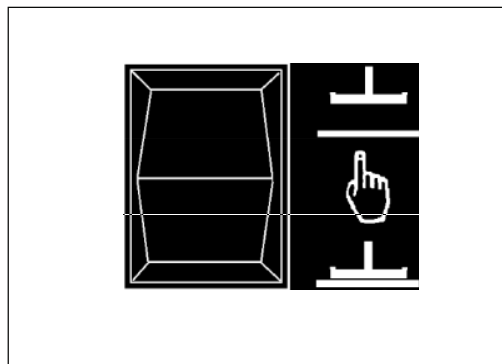

Figure 24
1. Pour abaisser la raclette et mettre le moteur d'aspiration en marche, placez le commutateur raclette relevée/abaissée en position abaissée (figure 24).
2. Pour relever la raclette, placez le commutateur de raclette en position haute (figure 24). La raclette remonte et le moteur d'aspiration s'éteint peu de temps après.